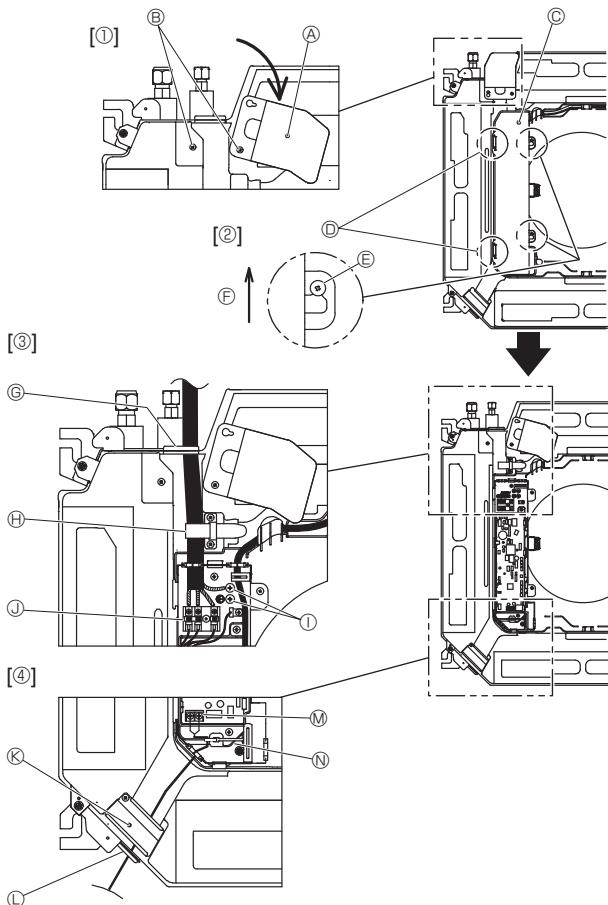
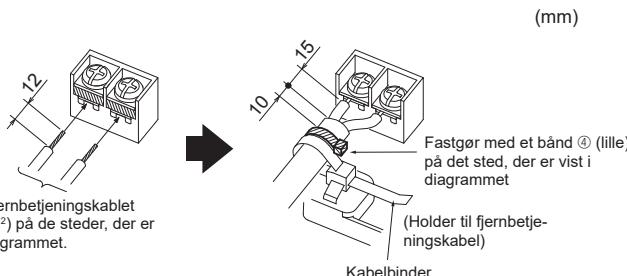

Fig. 6-1
Fig. 6-3
6.1. Indendørs enhed (Fig. 6-1)
- Løsn de to skruer, der holder servicepanelet til elektrisk ledningsføring fast, og vend derefter servicepanelet til elektrisk ledningsføring. [Fig. 6-1 ①]
- Løsn de to skruer, der holder dækslet over el-boksen fast, og skub derefter dækslet af. [Fig. 6-1 ②]
- Før strømkablet, indendørs-/udendørsenhedens tilslutningskabel og jordforbindelseskablet gennem åbningerne til ledningsføring, som vist i diagrammet. [Fig. 6-1 ③]
- Se Fig. 6-3 til 6-6, hvis du ikke kan bruge runde, krympede terminaler. Se 6.1.1. og 6.1.2. for at få flere oplysninger om forbindelsen.
- Før fjernbetjeningens styrekabel gennem de respektive åbninger til ledningsføring som vist i diagrammet. [Fig. 6-1 ④, Fig. 6-3]